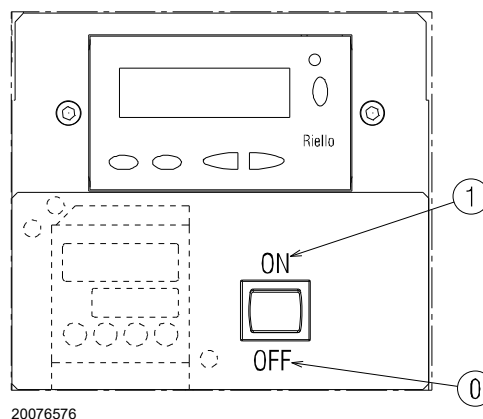

Рис. 26
Подключите электропитание горелки через выключатель нагрузки на щите котла. Замкните термостаты/реле давления и установите выключатель Рис. 26 в положение «1/ВКЛ».
- Установите выключатель Рис. 26 в положение «0/ВЫКЛ.» и подождите, пока автомат горения не выполнит процедуру отключения.
Горелка находится в режиме ожидания тепла или переключатель «0-1» (Рис. 26 на стр. 31) установлен в положении «0».